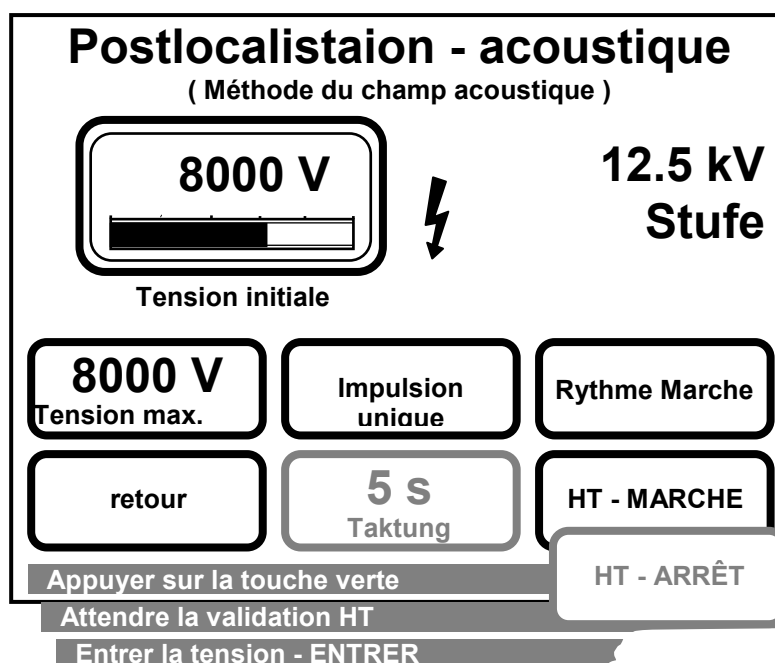

Fig. 16 : Menu Postlocalisation, acoustique, (et prélocalisation ICE)
3. Après sélection de la gamme de tensions, le menu ci-dessus (Fig.16 : Menu Postlocalisation, acoustique, (et prélocalisation ICE)).